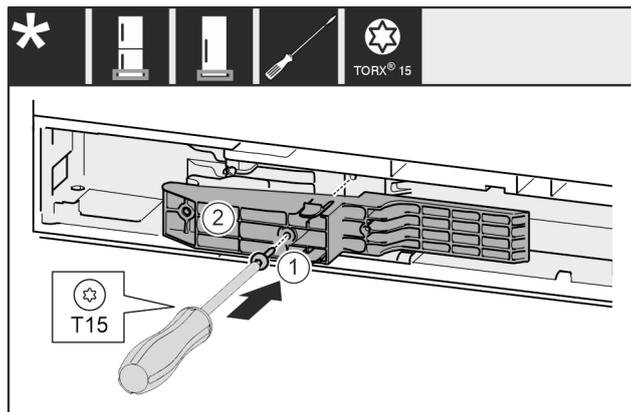

Fig. 47*
- ▶ Вставьте деталь адаптера Fig. 47 (1) в выемку на стороне ручки.*
- ▶ Затяните винт Fig. 47 (2) отверткой.*